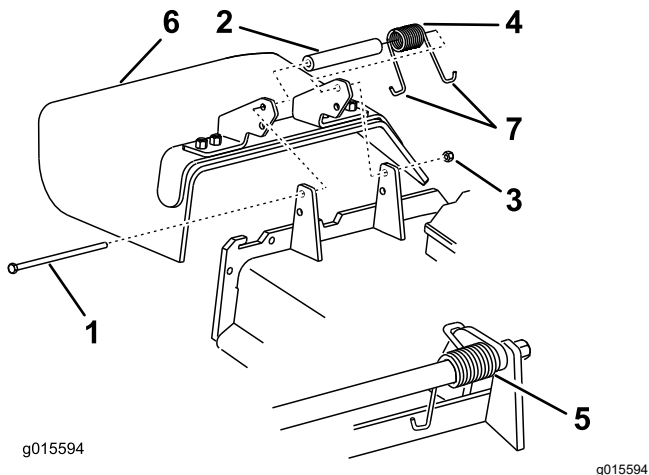

Figure 93
1. Retirez le contre-écrou, le boulon, le ressort et l'entretoise qui fixent le déflecteur aux supports de pivot (Figure 93).
**Remarque:** Prenez soin de placer une extrémité en J du ressort derrière le bord du plateau avant de mettre le boulon en place, comme montré à la Figure 93.
6. Accrochez 1 extrémité en J du ressort au déflecteur d'herbe (Figure 93).